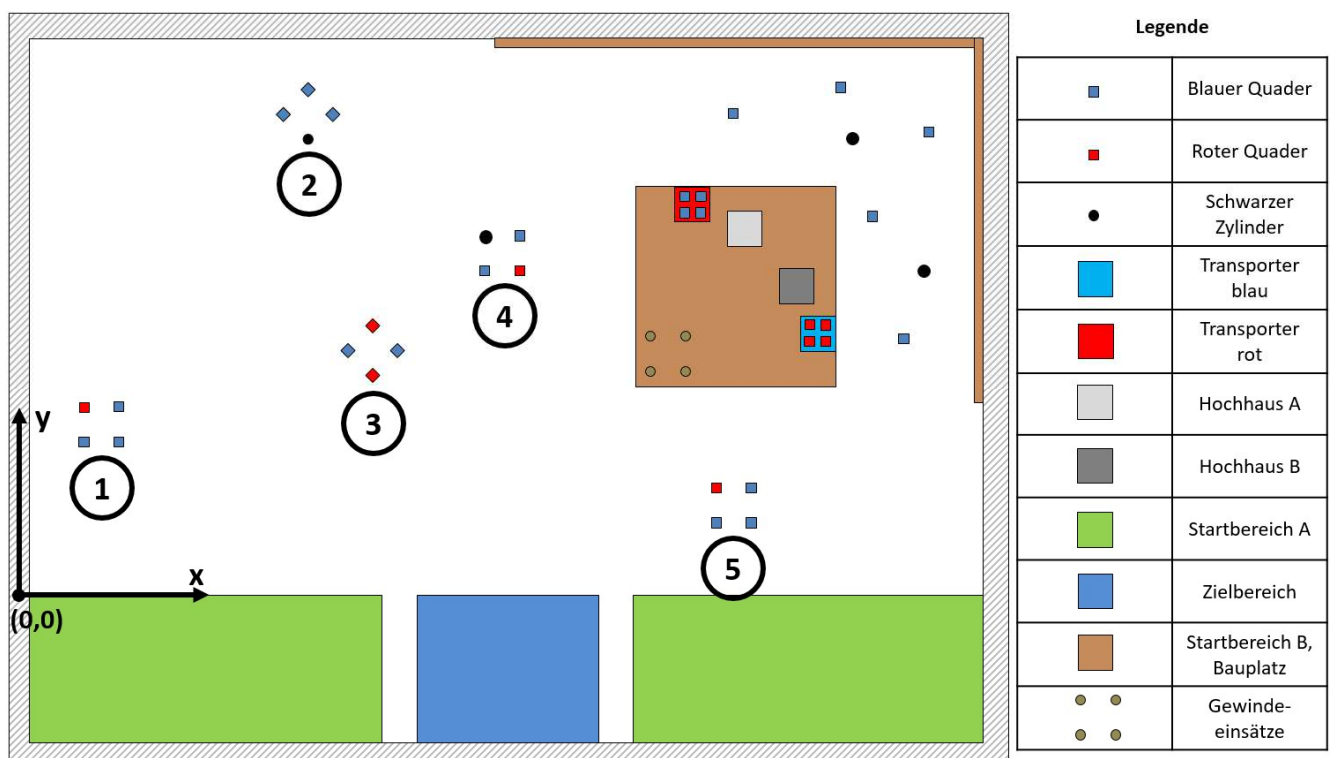

Abbildung 2: Testfeldaufbau und Bezeichnungen der Elemente
Entwickeln Sie innerhalb ihres Entwicklungsteams zwei kooperierende mechatronische Systeme, welche auf dem vorgegebenen Bauplatz (siehe Abbildung 2) die Zu- und Ablieferung von Baumaterial sowie die Konstruktion zweier Hochhäuser durchführen. Das Material kann dabei an vorgegebenen Stellen von Lieferanten abgeholt und zum Bauplatz transportiert werden. Zusätzlich gibt es einen Steinbruch, einen unstrukturierten Bereich in welchem die Menge des Materials, nicht jedoch die Verteilung des Materials, festgelegt ist. Die Güter sind mit unterschiedlichen Farben und Formen markiert und an entsprechend gekennzeichneten Stellen zu stapeln, für die Konstruktion des Hochhauses zu nutzen oder in einen ausgezeichneten Zielbereich zu befördern.
Der Bauplatz und die Verteilung des Materials sind in Abbildung 2 in der Draufsicht dargestellt. Die Bemaßung des Testfeldes ist in Abbildung 7 und weitere Detailansichten des Testfeldes sind in Abbildung 3, Abbildung 4, Abbildung 5 und Abbildung 6 dargestellt.
- **Transporter rot und blau:** Die rot und blau markierten Flächen sind erhöht (Ladefläche eines Pick-up) und kennzeichnen Bereiche, in dem Würfel abgeliefert bzw. gestapelt werden können. Zu Beginn befinden sich auf jedem Transporter vier Holzwürfel in der entgegengesetzten Farbe des Untergrundes (siehe Abbildung 2). Die Ladefläche des Pick-ups ist 4,5 cm hoch.
- **Material:** Das Material wird wie in Abbildung 2 abgebildet auf dem Testfeld platziert. Die Holzwürfel werden mit der Schablone, wie sie in Abbildung 5 dargestellt ist, auf den Pick-ups sowie auf dem Testfeld positioniert.
- **Berandung:** An der Testfeldbegrenzung ist im Bereich des Bauplatzes eine Berandung vorhanden (vgl. Abbildung 2). Die Berandung kann beispielsweise dafür genutzt werden, dass der Ultraschallsensor (Sharp Distanzsensor) den Abstand zur Testfeldbegrenzung erkennt und dadurch Informationen über die Position oder Bewegung eines Fahrzeugs bereitstellt. In Abbildung 4 sind die Details der Berandung dargestellt.
- **Position des Materials:** Bestimmt mit einem Nexonar-Tracker (siehe Kompendium), Positionen siehe Abbildung 2.